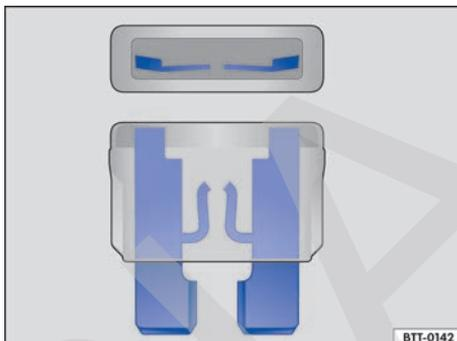

Fig. 233 Fusible fundido.
- Un fusible fundido se reconoce por la tira de metal fundida → fig. 233.